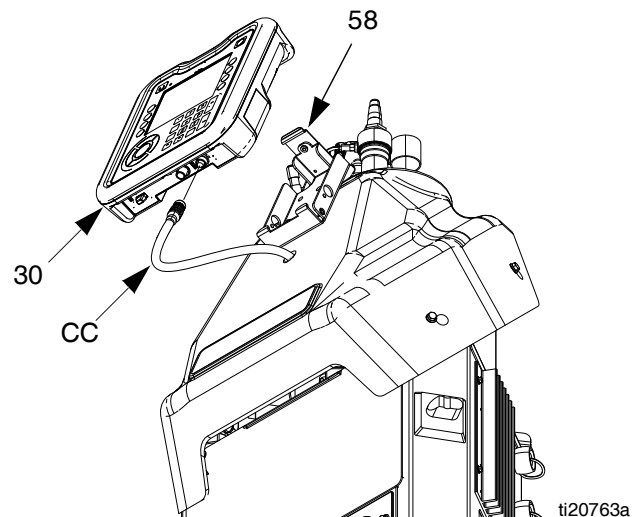

図 48
2. ケーブル (CC) をADM (30) の底部から切断します。図 48 のように設置します。